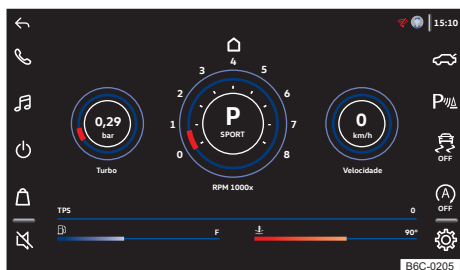

Fig. 20 No display do rádio: monitor de potência.
- O monitor de potência abre no display → Fig. 20.